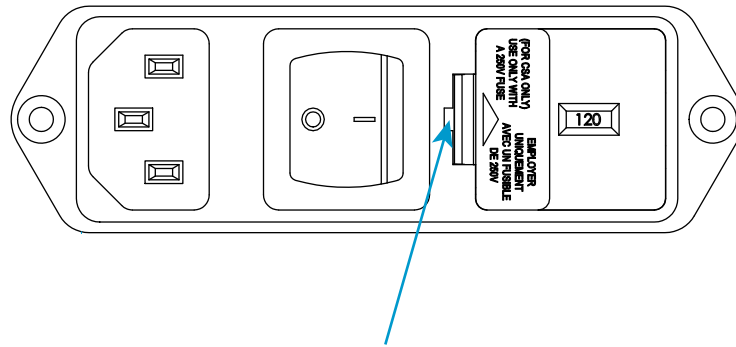

Abbildung 5. Herausdrücken des Sicherungshalters
1. Stellen Sie sicher, dass der Netzschalter in der Aus-Stellung (0) steht und ziehen Sie das Netzkabel aus der Netzsteckdose heraus. Stellen Sie sicher, dass keine LEDs an der Prüfrahmen-Bedienkonsole leuchten.
2. Haken Sie mit dem flachen Schraubendreher in den in Abbildung 5 auf Seite 40 gezeigten Schlitz und drücken Sie den Sicherungshalter heraus.